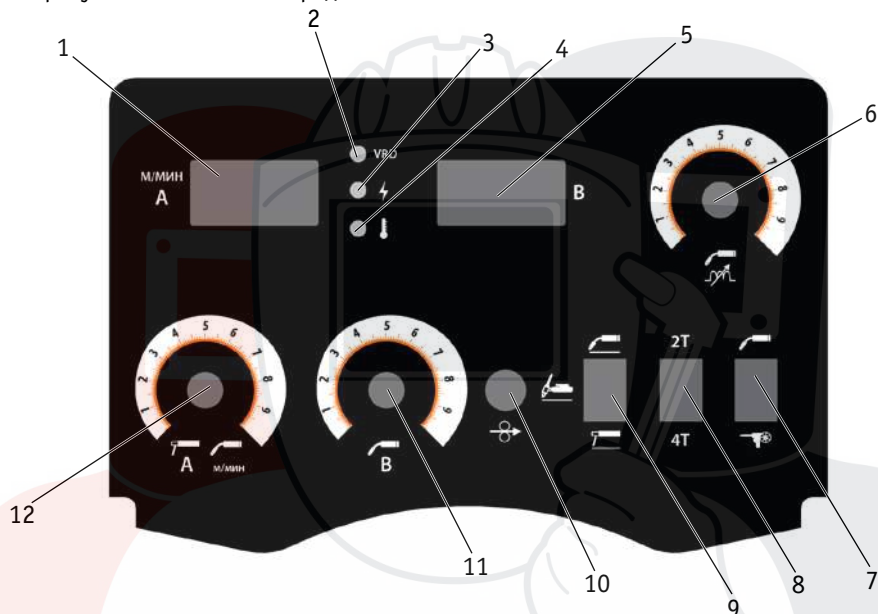

Рис. 7.1. Передняя панель источника питания.
| 2. Панель управления (См. рис. 7.1) | 10. Тумблер включения |
1. Нажать и держать кнопку холостого прогона сварочной проволоки (См. рис. 7.1, поз. 10).
3. После включения отпустить кнопку холостого прогона проволоки. На дисплее №1 (См. рис. 7.1, поз. 1) появятся значения «PX» – номер ячейки. На дисплее №2 (См. рис. 7.1, поз. 5) появятся значения «XXX» – диапазон регулировки.
4. Регулятором скорости подачи проволоки (См. рис. 7.1, поз. 12) выбрать ячейку.
5. Регулятором напряжение на дуге (См. рис. 7.1, поз. 11) установить параметр.